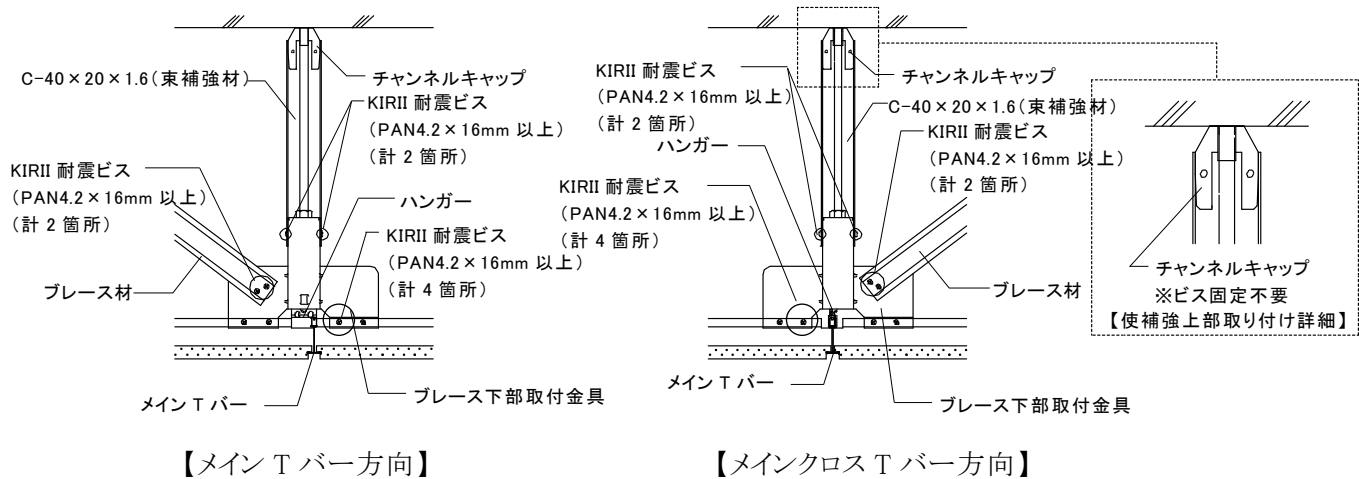

図2-7-8 ブレース下部取付詳細
⑤ブレース下部の取付けは、ブレース下部取付金具 (AX-SHITA(S)) のブレース取付面にブレース 1 本につきビス 2 本で固定する。ブレース設置時は、以下の点に留意すること。(図 2-7-8 参照)